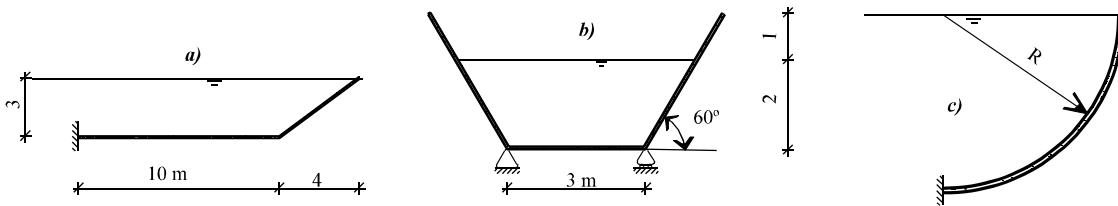

Figura 2
2) Calcular las reacciones de los apoyos en las estructuras de la figura 2 (por metro de longitud de estructura) sometidas a las cargas de agua ($\rho = 10 \text{ kN/m}^3$) indicadas.
5) Dibujar y acotar las leyes de esfuerzos cortantes y flectores en las estructuras de la figura 2 (por metro de longitud de estructura). Obtener las expresiones analíticas de las de la figura 2c.